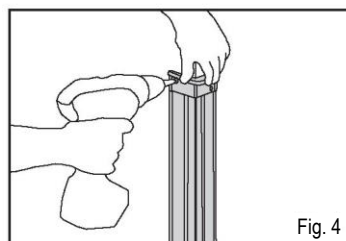

Fig. 4
- Praticare i fori nel muro, inserire i tasselli e avvitare al muro, iniziando dal tappo terminale inferiore, quindi procedendo con il profilo interno in alluminio e infine con il tappo terminale superiore (vedere fig. 4).